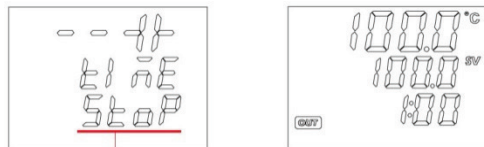

Рисунок 11
- 8.4.1. Нажать и удерживать нажатой 3 секунды кнопку «ТАЙМЕР». На дисплее отобразится символ отключения работы по таймеру, надпись time и три раза мигнёт надпись Stop. Затем контроллер перейдёт в обычный режим нагрева (Рисунок 11).